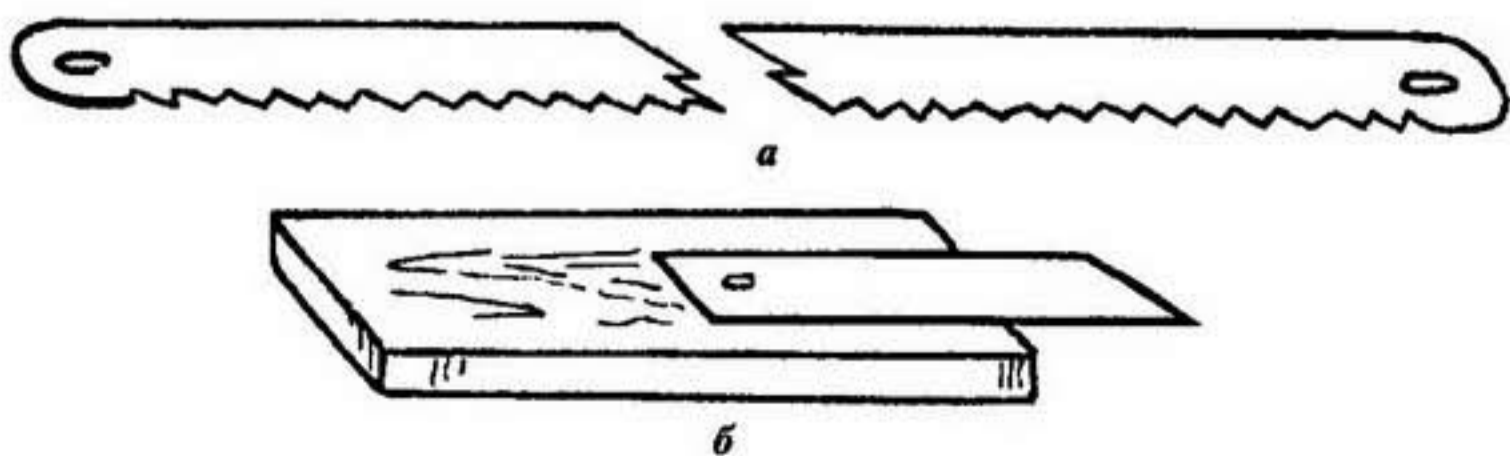

Рис. 6
5. Клинок (каковым будет служить старое или сломанное полотно от слесарной ножовки — рис. 6, *a*), длина которого должна составлять 65–70 мм, вставьте в паз, предварительно промазав клеем ПВА его и всю поверхность, на которой он разместился (рис. 6, *б*).